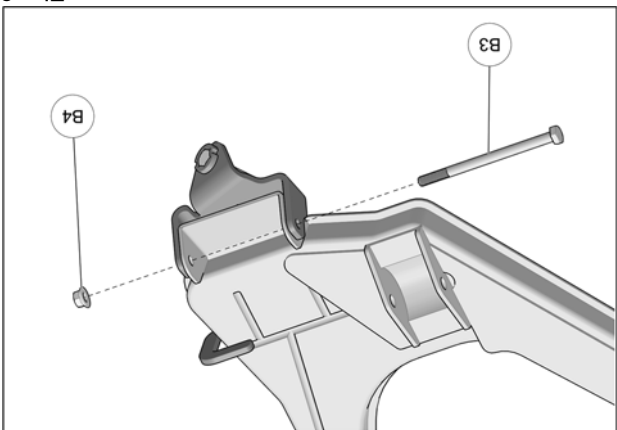

Fig. 8
8. Insérer le nouveau boulon M10x150mm (B3) à travers l'ancrage, le bras de suspension et le moyeu de roue. Fixer le boulon avec l'écrou M10 (B4) fourni. Serrer l'écrou à un couple de 50 N•m [37 lb•ft]. Voir la Fig. 8